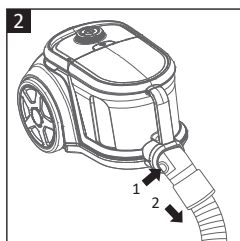

Fig. 2
- Presione el botón de liberación en el cuello de la manguera de succión (6) para desbloquear y retirarla de la aspiradora (Fig. 2).